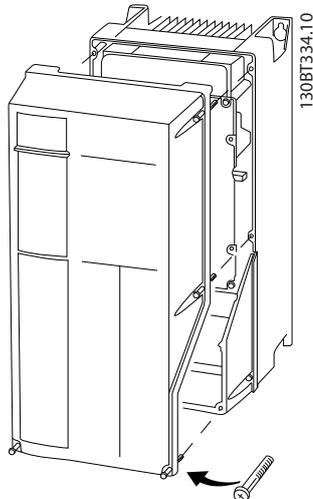

Abbildung 2.10 Zugriff auf Steuerverdrahtung in den Gehäusen A4, A5, B1, B2, C1 und C2
- Entfernen Sie alternativ die Frontabdeckung durch Lösen der Befestigungsschrauben. Siehe *Abbildung 2.10*.